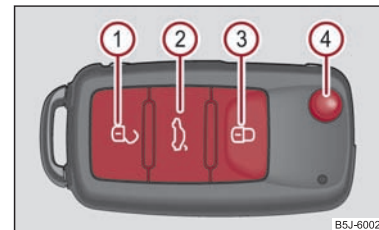

Abb. 31 Funkschlüssel
- Drücken Sie die Taste  ⇒ Seite 41, Abb. 31 etwa 1 Sekunde lang.
- Drücken Sie die Taste  etwa 1 Sekunde lang ⇒ Seite 41, Abb. 31.